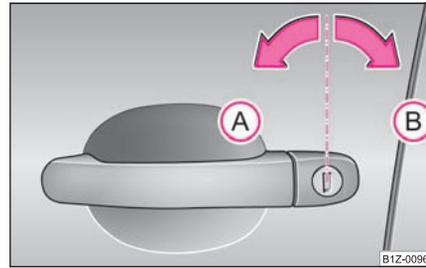

Fig. 37 Rotations de la clé pour déverrouiller et verrouiller
- Tournez la clé dans le cylindre de fermeture de la portière conducteur vers la gauche pour la mettre sur la position de déverrouillage (A) ⇒ fig. 37.
- Tournez la clé dans le cylindre de fermeture de la portière conducteur vers la droite sur la position de verrouillage (B) ⇒ page 40, fig. 37.